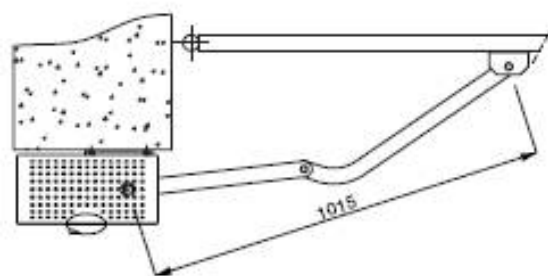

рис.8
- Правильное положение рычага привода показано на рис. 8. Точка крепления к створке «А» может быть определена расположением кривого рычага в соответствии с размерами рис. 8.